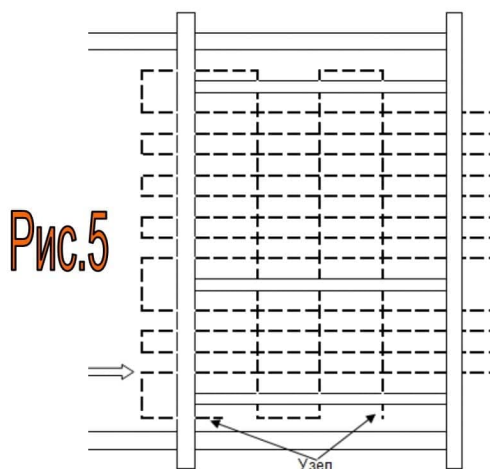

Рис.5
Сделать узел, оставив конец не менее 5 см. Пропустить шнур в отверстие внизу стойки (25). Протянуть шнур в горизонтальных направлениях, как на рис.5. Сделать хорошую натяжку. Затем протянуть шнур, вертикально фиксируя узлами в местах пересечения шнуров. На конце сделать узел и обрезать лишний шнур. Конец оплавить огнем.
4.8. Повесить качели и закрепить канат. Расположить гимнастический мат между стойками, для предотвращения травм и ушибов, при падении. При необходимости вставить съемные перекладины (33) и зафиксировать винтами.